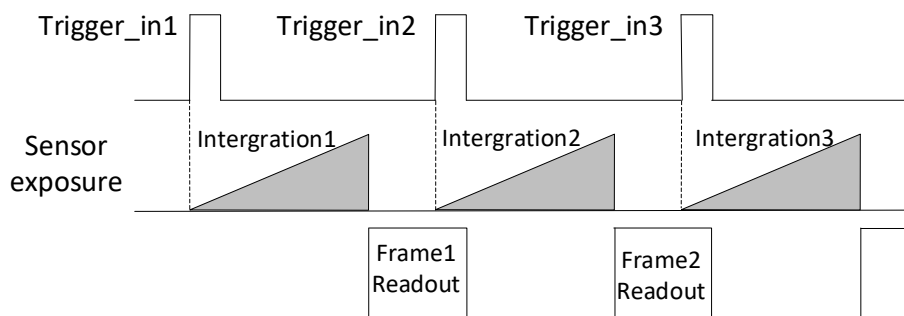

图4-46 第 2 帧正常处理时序
- 若第 2 个触发信号第 1 帧图像的曝光结束时间不早于设备当前第 1 个触发信号最后 1 帧的出图时间，则第 2 个触发信号第 1 帧图像正常出图，如图 4-46 所示。